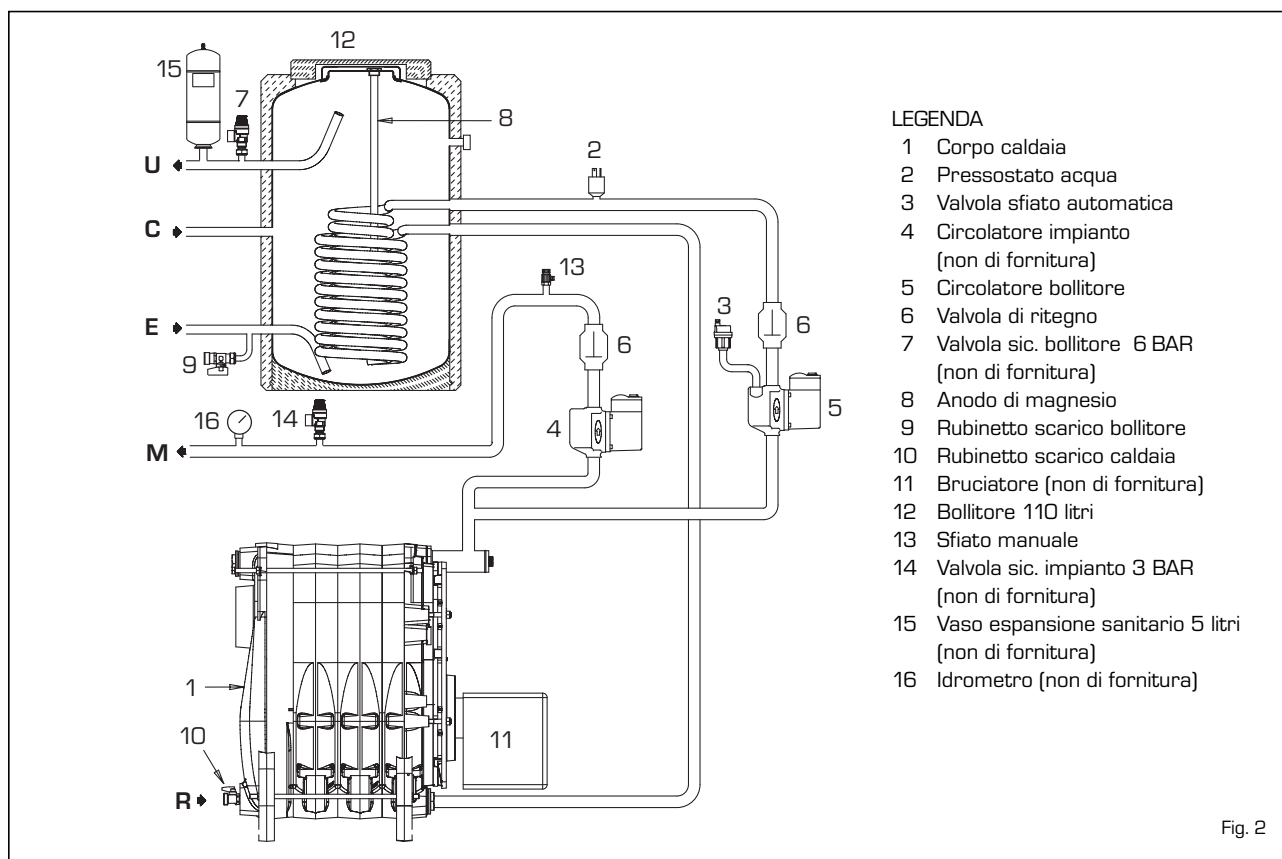

Fig. 2
2.3.1 Accessori da installare (fig. 2)
Perché la caldaia sia in grado di produrre l'acqua sanitaria è necessario che, alla prima accensione, venga spurgata tutta l'aria contenuta nel serpentino del bollitore. Per facilitare questa operazione posizionare orizzontalmente l'intaglio della vite di sblocco della valvola di ritegno (6 fig. 2). Spurgata tutta l'aria, riportare la vite nella posizione iniziale.